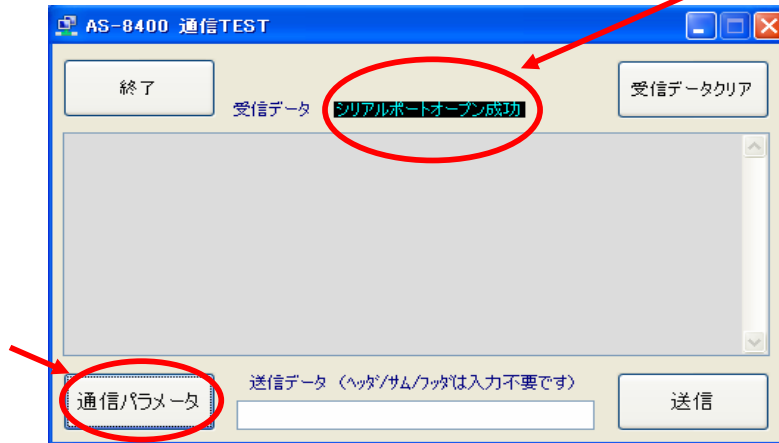

図6
ソフトが立ち上がります。(図6)
- 2 . 「通信パラメータ」をクリックします。(図6)
4. 「シリアルポートオープン成功」と表示されていることを確認します。(図6)